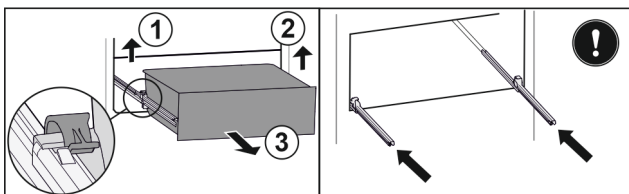

Fig. 84
- ▶ Soulever la bride gauche et tirer dans le même temps la partie gauche du tiroir vers l'avant. *Fig. 84 (1)*
- ▶ Soulever la bride droite et tirer dans le même temps la partie droite du tiroir vers l'avant. *Fig. 84 (2)*
- ▶ Retirer le tiroir par l'avant. *Fig. 84 (3)*